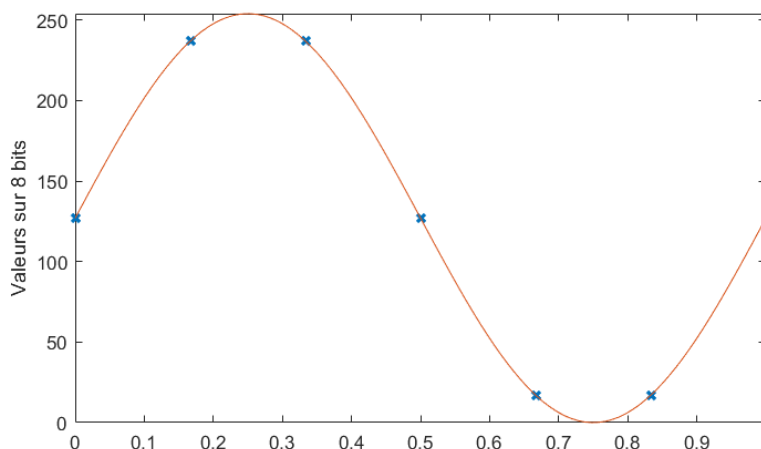

Figure 2: Une période d'une sinusoïde numérique
- 5.2 Dans Matlab, générez une période d'une sinusoïde discrète d'une amplitude de 0 à 254 avec 6 points. (Voir les 'x' bleus sur la figure 2) **Donnez une capture d'écran de votre code et du contenu du vecteur contenant les 6 points de votre signal.** (N'utilisez pas d'annexes pour vos codes)